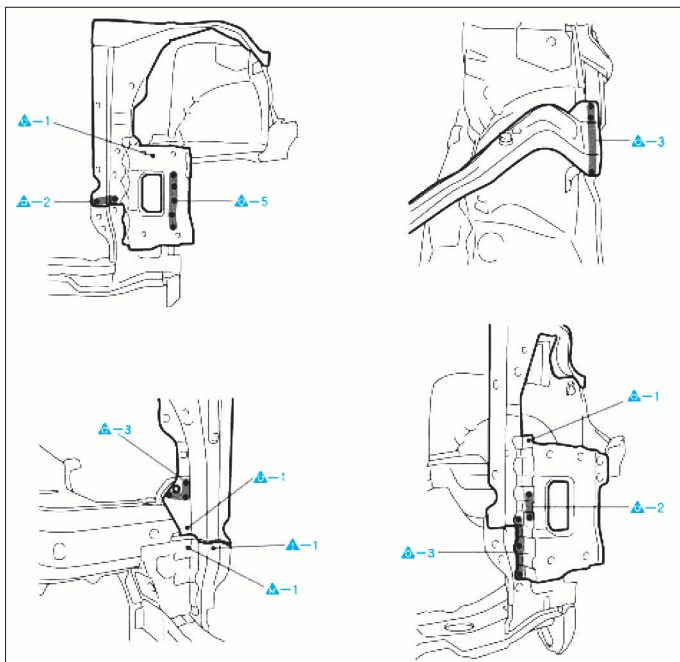

FIG. 3
- Dépointer aux endroits indiqués (Fig.3).